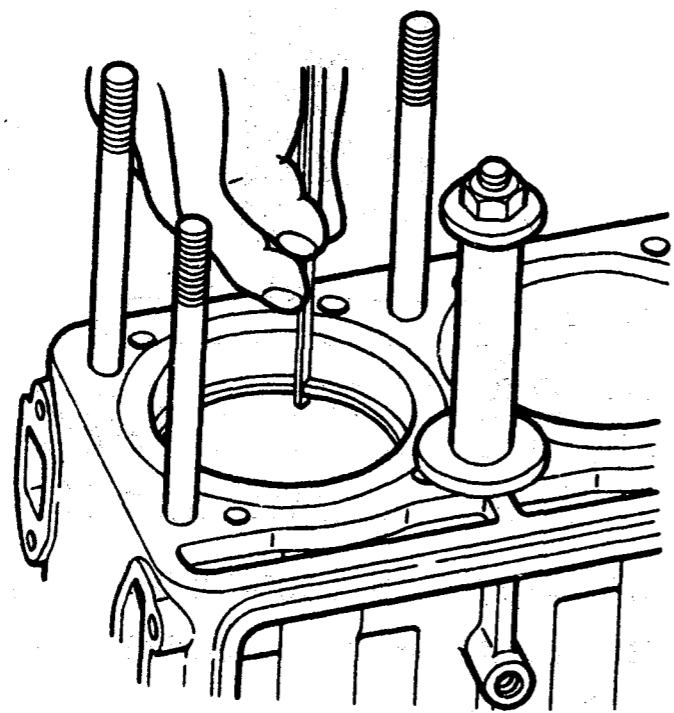

Рис. 59. Подбор поршневых колец к цилиндру
- подобрать по цилиндру поршневые кольца, как показано на рис. 59; зазор, замеренный в стыках колец, должен быть 0,3 - 0,6 мм у компрессионных колец и 0,3 - 1,0 мм у стальных дисков маслосъемного кольца. В изношенных цилиндрах наименьший зазор может быть 0,3 мм;